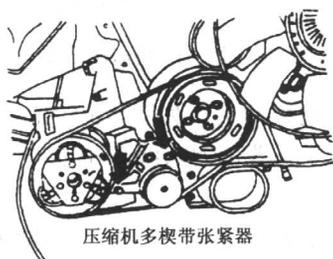

图 1.11 拆下压缩机多楔带
(14) 拆下空调压缩机多楔带张紧器固定螺栓, 如图 1.11 所示, 取下多楔带。